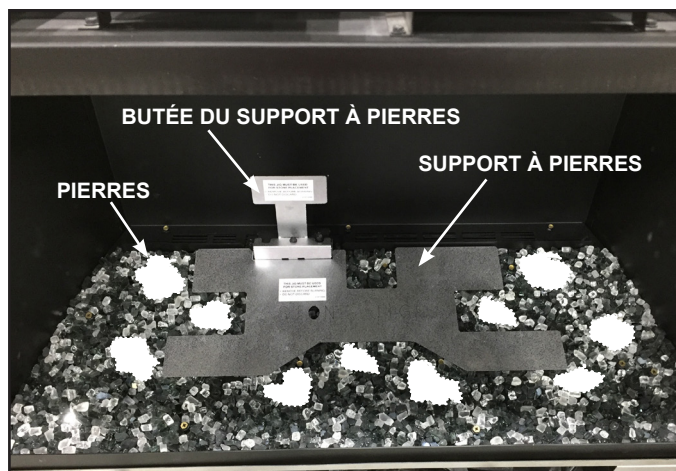

Figure 9.5 Support à pierres en place avec les pierres
1. Placez le support à pierres sur l'élément d'apparence en verre avec « STONE JIG » (« SUPPORT À PIERRES ») vers le haut. Assurez-vous que le support à pierres repose à plat contre la butée du support à pierres. Voir la figure 9.5.